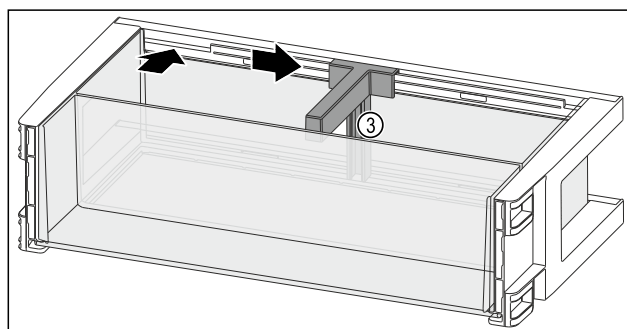

Fig. 126
- Inserire il portabottiglie Fig. 126 (3) nell'incavo.
- Far scorrere il portabottiglie Fig. 126 (3) lateralmente alla posizione desiderata.